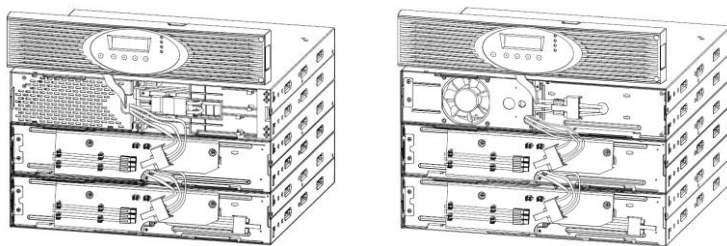

Figura 8: Installazione tipica di più pacchi batterie
6. Inserire il cavo del pacco batterie nell'attacco delle batterie dell'UPS, come illustrato nella Figura 8. È possibile collegare al sistema UPS fino a quattro pacchi batterie.